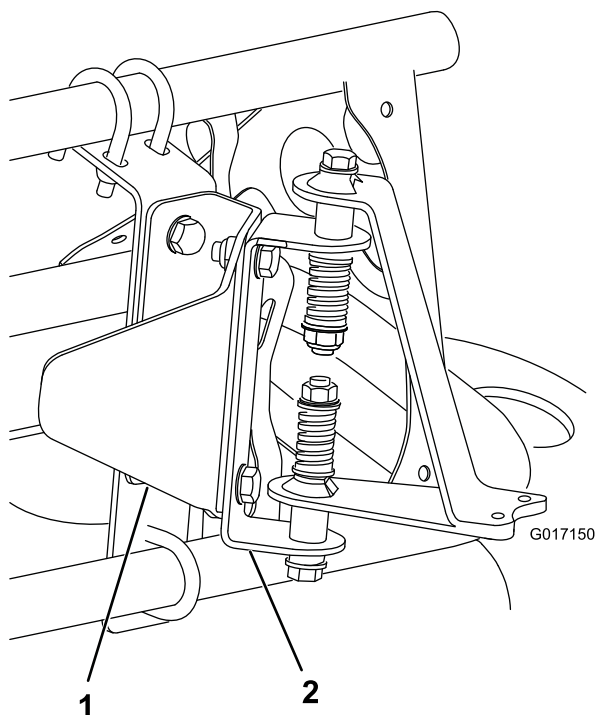
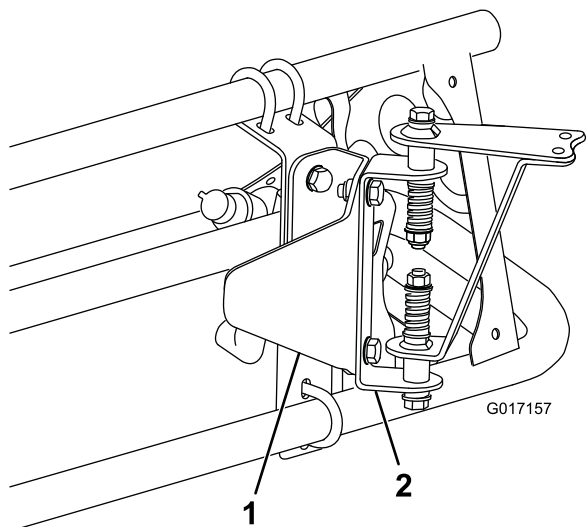

Figura 8
Figura 9
3. Instale o hardware de montagem do sensor no suporte de protecção do sensor com 2 parafusos (5/16 x 3/4 pol.) e 2 porcas de bloqueio (5/16 inch) como é mostrado em Figura 8 (para uma rampa coberta) ou Figura 9 (para uma rampa descoberta).